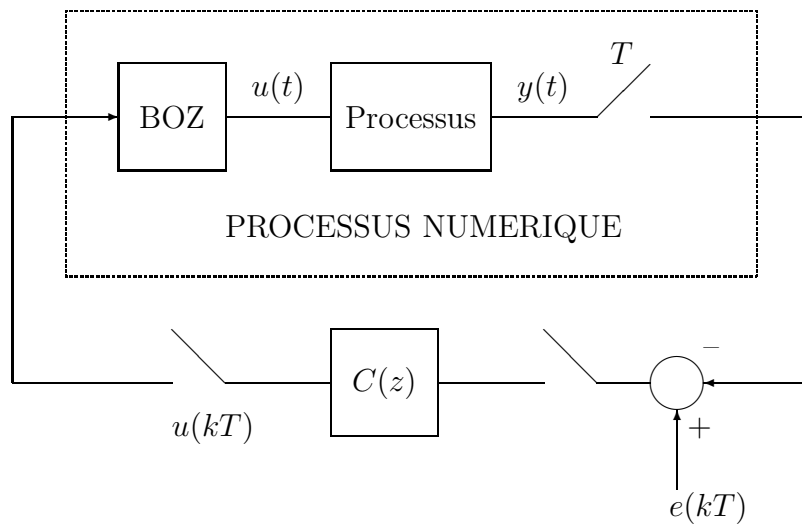

FIG. 3 – *Processus continu dans une boucle numérique d'asservissement*
2.3) Calculer la fonction de transfert en  $Z$  du **processus numérique équivalent** au processus continu  $G(p)$  muni de son BOZ et échantillonné à la période  $T$  (cf. figure 3).